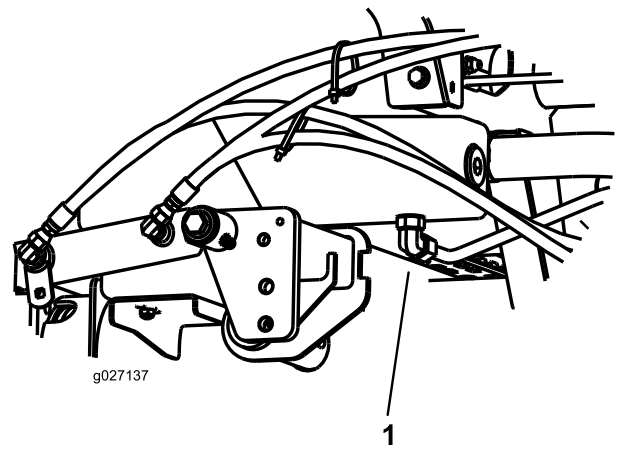

Figura 72
3. Coloque un recipiente grande debajo del acoplamiento situado en la parte inferior del depósito de fluido hidráulico (Figura 72).